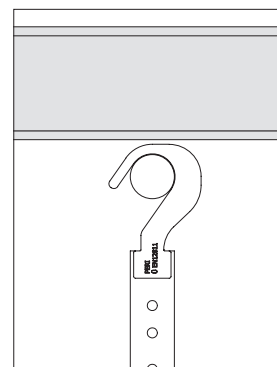

Fig. A11.01b
2. Ruotare verticalmente verso il basso l'adattatore per impalcatura sospesa. (Fig. A11.01b)